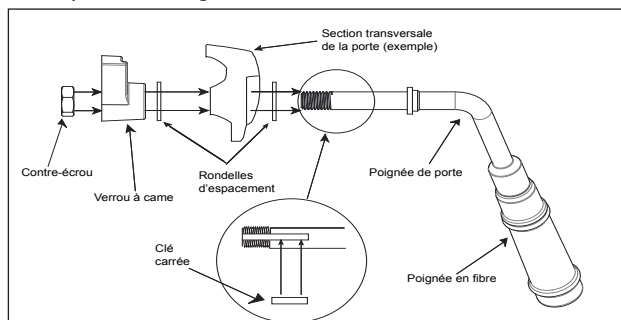

Figure 21.1
2. Placez une deuxième ou plusieurs rondelles comme il est indiqué à la **Figure 21.1**.
6. Installez la poignée en fibre. **Figure 21.1**